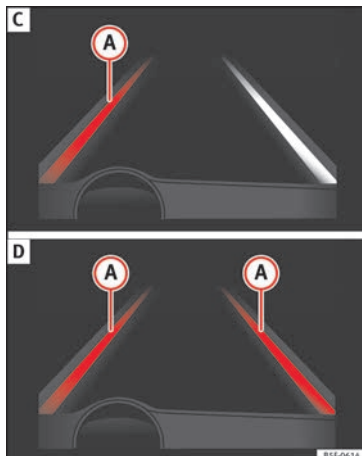

Fig. 207 No ecrã do painel de instrumentos: Indicação no ecrã do sistema de aviso de saída da via de circulação (exemplo 2).
- O sistema está a funcionar, a linha destacada **A** indica que havia risco de ultrapassar involuntariamente a linha da via de circulação e está a atuar sobre a direção para corrigir a trajetória » **Fig. 207 C**.
- As duas linhas destacadas **A** acendem-se de forma alternada quando as duas linhas de via de circulação são reconhecidas e está ativada a função de guia da via de circulação » **Fig. 207 D**.